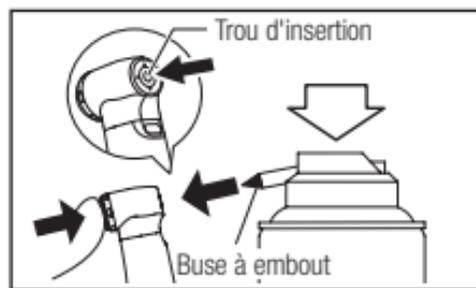

Fig. 17
- 2) Agitez le bidon trois ou quatre fois, puis appuyez doucement sur le bouton poussoir pour vaporiser directement dans le trou d'insertion de la fraise (Fig. 17).